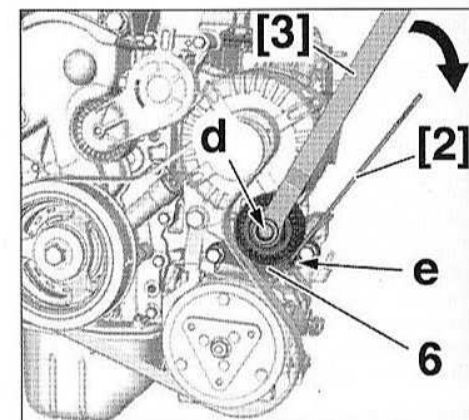

FIG.8
- Positionner l'outil [3] en (d) (Fig.8).
- A l'aide de l'outil [3], comprimer le tendeur dynamique inférieur (6) dans le sens horaire.